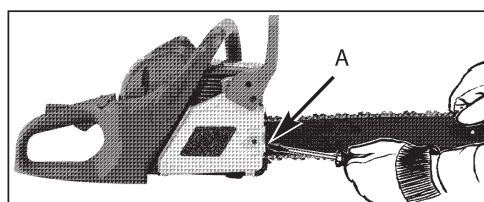

Рис. 5
1. Ослабьте гайки крепления шины и приподнимая шину за носок вверх, вращайте регулировочный винт (D) ПО ЧАСОВОЙ СТРЕЛКЕ, чтобы увеличить натяжение цепи. Вращение регулировочного винта ПРОТИВ ЧАСОВОЙ СТРЕЛКИ уменьшит натяжение. Следите за тем, чтобы цепь вокруг шины не выпадала из канавки (рис. 5).